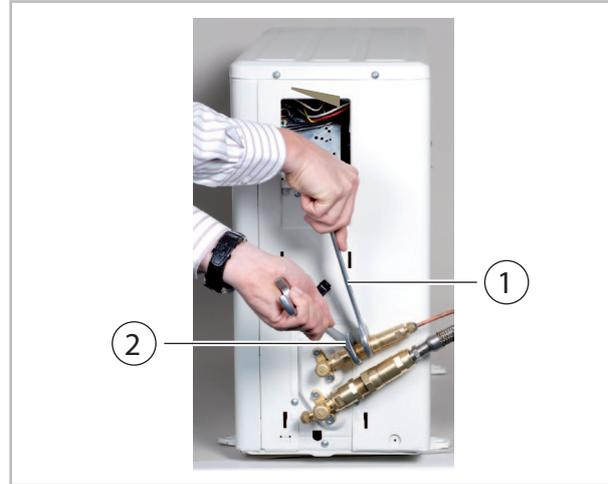

Abb. 24: Verschraubungen anziehen
6. ➤ Befestigen Sie nun endgültig die Verschraubungen mit 2 Maulschlüsseln geeigneter Schlüsselweite. Halten Sie während des Schraubens auf jeden Fall mit einem Maulschlüssel gegen (Abb. 24).